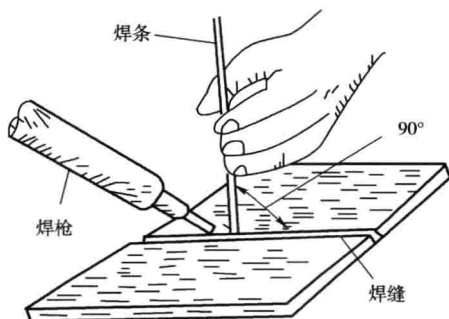

图 1-10 焊条与焊缝成 90°
(1) 根据被焊塑料件的情况,在损坏部位开出 60° 左右的坡口。
(2) 用肥皂水清洗坡口,晾干后用塑料清洗剂清洗,但不要用一般的溶剂来清洗。
(3) 将焊条端部切出 60° 左右的切口。
(4) 将断裂线进行定位焊或用铝制车身胶带粘好。
(5) 交替将喷嘴喷出的热风直接吹到焊条及焊件上,但主要是吹焊条。焊接时焊嘴应距离焊缝 $8 \sim 12\text{mm}$,焊炬倾角为 30° 左右,而焊条则垂直于焊件表面。切好的焊条端部应置于焊缝的起点,如图 1-10 所示。
(6) 焊条与塑料件同时被加热到发光并带有黏性,而焊条便会黏住塑料件片,此时必须维持焊条与塑料件的正确温度,切不可温度过高。如果温度过高就会引起焊缝褶皱,变为棕色,降低焊接强度。为保证焊条与塑料件适当的焊接温度,焊炬可上下垂直扇动,使塑料件焊缝处得到更多的热量,并受热均匀。当焊条与塑料件边缘受热熔化都略带亮光时,对焊条略施压力就会深入焊缝,继续加热,焊条与焊缝材料熔为一体。塑料焊接时的平均速度应保持在 $150 \sim 200\text{mm}/\text{min}$ 。